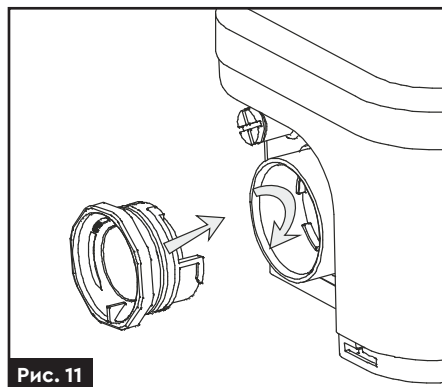

Рис. 11
3. Встановіть заглушку зі зворотним клапаном на місце (рис. 11).